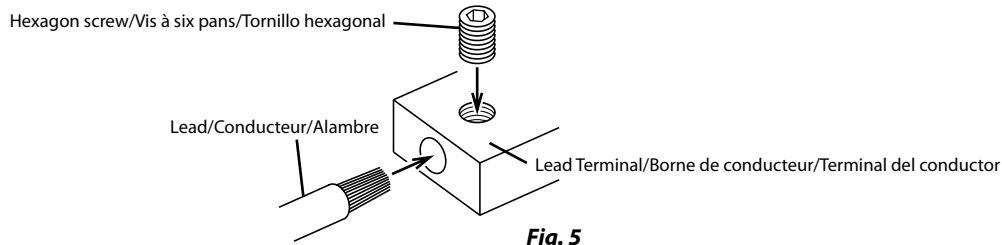

Fig. 5
3. Tighten the set screw with the hexagon wrench (included) to secure the lead. (Fig. 5)
3. Serrez la vis avec une clé hexagonale (fournie) pour fixer le fil. (Fig. 5)
3. Apriete el tornillo hexagonal (incluido) para fijar el cable. (Fig. 5)